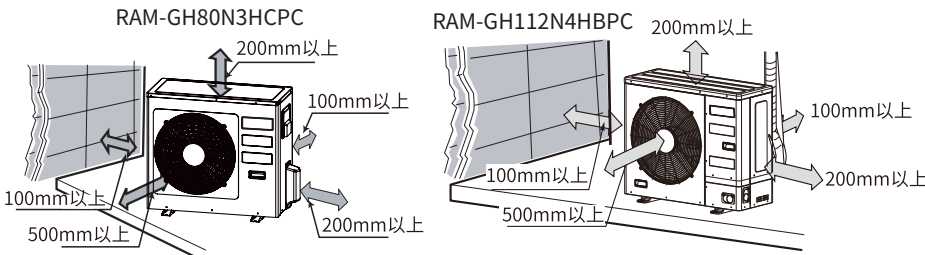

图28-1
- 确定机器四周留有充分空间，并尽可能地远离障碍物，以便操作和维修，见图28-1，28-2。机组安装处应有二个以上方向是敞开的。